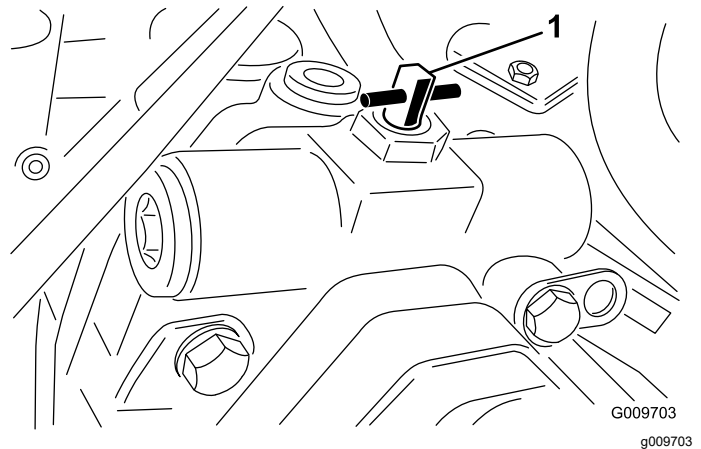

図 101
7. 走行ポンプについている牽引移動用バイパスバルブを90° 1/4回転回して開く。左右どちらの方向に回してもよい図 101。
2. 走行ポンプについている牽引移動用バイパスバルブを 90° 1/4 回転回して開く。左右どちらの方向に回してもよい **図 101**。